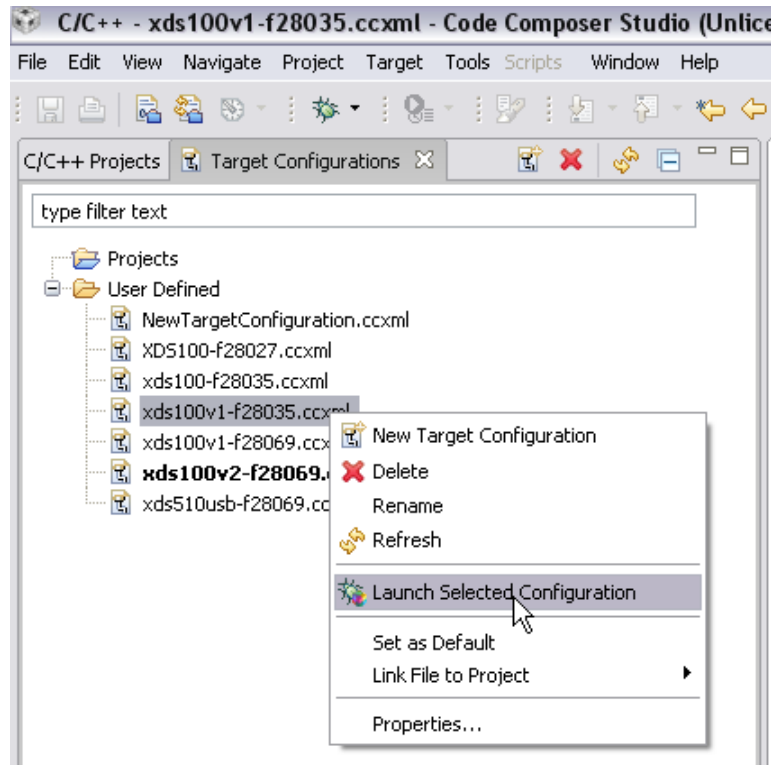

图 5. CCS 启动所选配置
- 在目标配置标签页上，右键单击您的新目标并单击执行环境菜单 (context menu) 内的“Launch Selected Configuration”（启动所选配置）（请见图 5）。